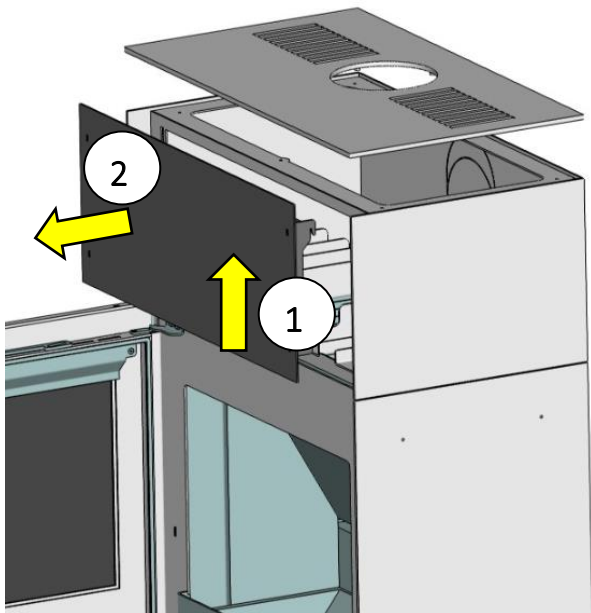
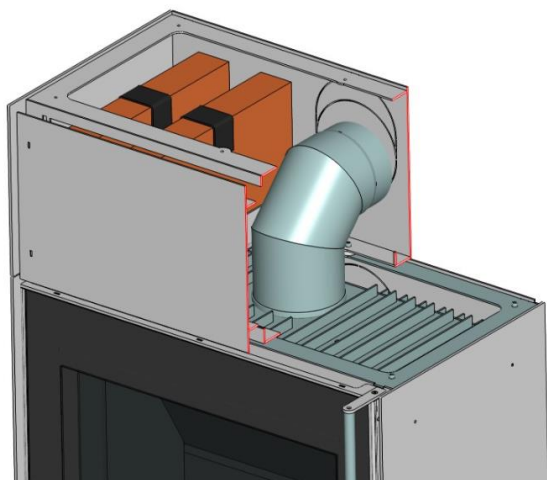

Abb. 9: Frontblende aushängen
Abb. 15: 90° - Rauchrohrbogen
1. Zunächst den Deckel abnehmen (siehe Kapitel 7.4 Punkt 1), die Feuerraumtüre öffnen und arretieren. Nun die Frontblende nach oben schieben und zum Entnehmen nach vorne ziehen (Abb. 9).
Der beschriebene wodtke 90° - Rauchrohrbogen (Abb. 15) ist für den runden Ausbruch ausgelegt. Der erweiterte Ausbruch kann dabei unberührt bleiben.
2. Frontblende des Aufsatzes aushängen (Abb. 9) und 90° - Rauchrohrbogen wie in Abb. 15 einsetzen.